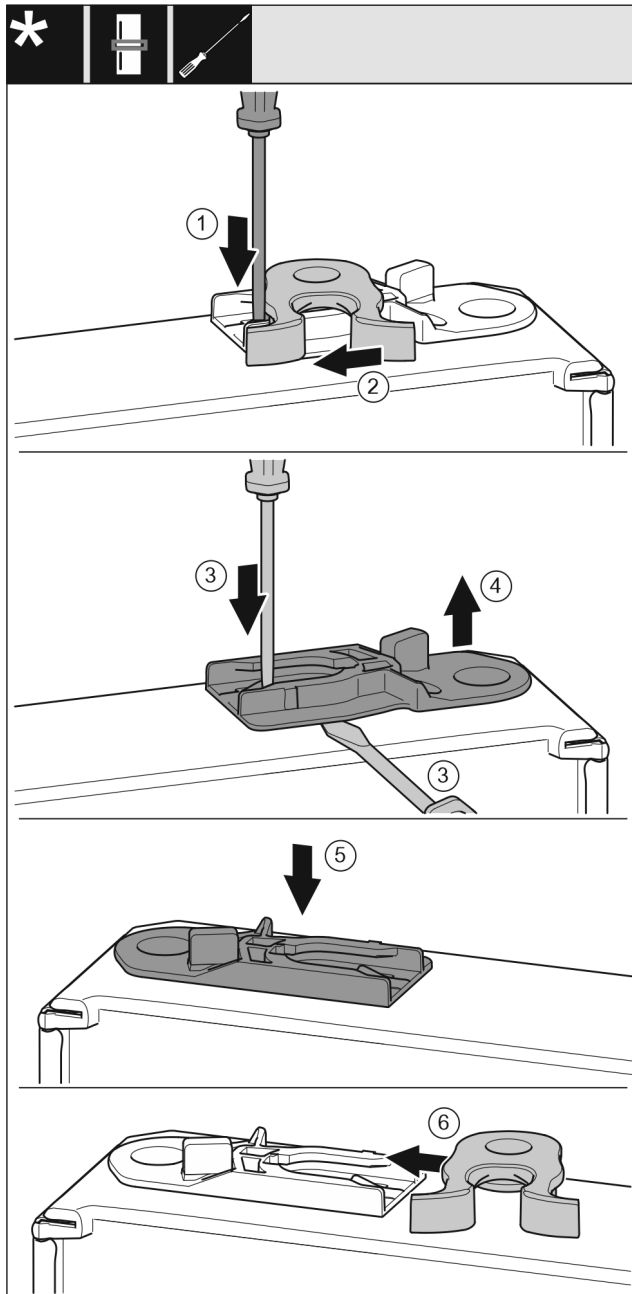

Fig. 19
- ▶ Прижмите накладку Fig. 19 (1) шлицевой отверткой вниз.
- ▶ Выведите запорный крючок Fig. 19 (2) из направляющей.
- ▶ Извлеките направляющее гнездо Fig. 19 (3, 4): прижмите накладку шлицевой отверткой и одновременно переместите ее шлицевой отверткой под направляющее гнездо.
- ▶ Вставьте входящее в комплект поставки направляющее гнездо Fig. 19 (5) на другой стороне корпуса. Устройства без амортизатора закрывания двери:
- ▶ Вставьте запорный крючок Fig. 19 (6) в направляющую.